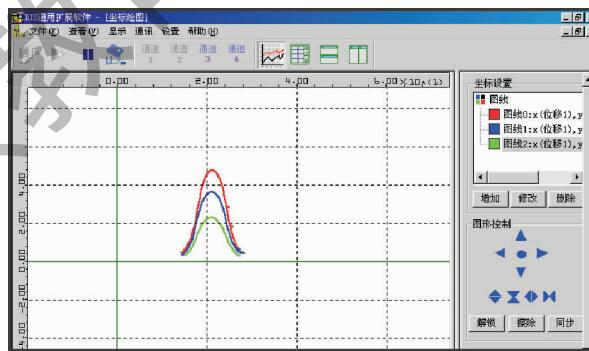

图3-5-4 用位移和磁传感器组合使用测磁感应强度
9. 拉动磁传感器在螺线管中运动，坐标系中将显示出螺线管不同位置的磁感应强度曲线。改变供电电源电压（改变线圈中的电流），重复上述实验，可得出几组不同的实验曲线，如图3-5-4所示。